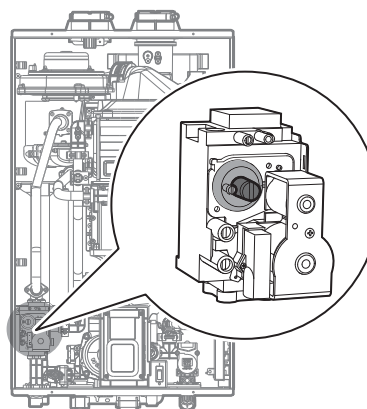

Figure 8. Emplacement de la vis de réglage
- Ouvrez entièrement plusieurs installations d'eau chaude et réglez le chauffe-eau pour qu'il fonctionne en mode MIN 1 étape (reportez-vous à la page 70). Mesurez la valeur de CO₂ à la puissance minimale d'utilisation. Si la valeur de CO₂ ne se trouve pas dans la plage de 0,5 % de la valeur indiquée dans le tableau 2, la vis de réglage de la soupape à gaz doit être ajustée. Si un ajustement est requis, trouvez la vis de réglage, comme cela est indiqué à la Figure 8. À l'aide d'une clé Allen de 4 mm (⁵/₃₂ po), tournez la vis de réglage de 1/4 de tour maximum dans le sens horaire pour augmenter la valeur de CO₂ ou dans le sens antihoraire pour la réduire.